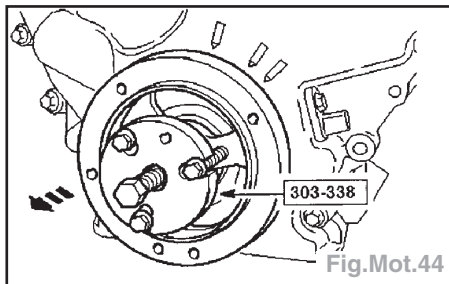

Fig.Mot.44
- A l'aide de l'outil spécial, déposer la poulie de vilebrequin (Fig.Mot.44).